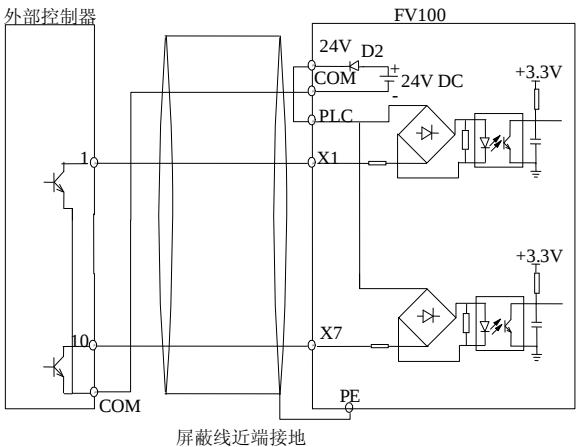

图 4-9 使用变频器内部+24V 电源的源极连接方式
1) 使用变频器内部+24V 电源，外部控制器为 NPN 型的共发射极输出的连接方式，如图 4-9 所示。